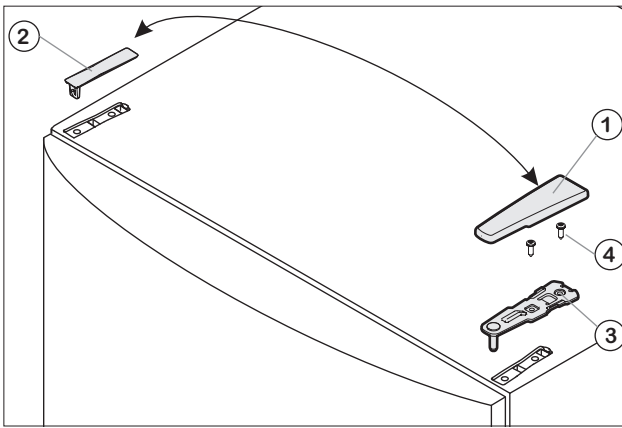

Fig. 1
- Снимите крышки (1) и (2), рис. 1.
- Открутите верхний опорный кронштейн (3), рис. 1 (2 шт. Torx 25) (4), рис. 1 и оттяните вверх.
- Установите верхний опорный кронштейн (3), рис. 1 на новой стороне шарнира и защёлкните в дверце.
- Прикрутите верхний опорный кронштейн (2 шт. Torx 25), поз. (4), рис. 1.
- Защёлкните крышки (1) и (2), рис. 1 соответственно на противоположной стороне.